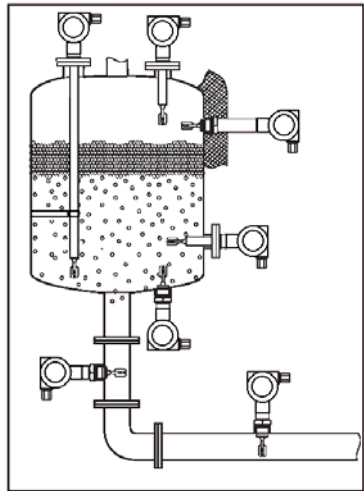

Рисунок 6 –
2.4.2 При установке СУ с погружной частью L более 0,6м следует дополнительно устанавливать кронштейн или защитную трубу для предотвращения колебаний и перелома от боковых нагрузок (см. рис. 6 и 7).